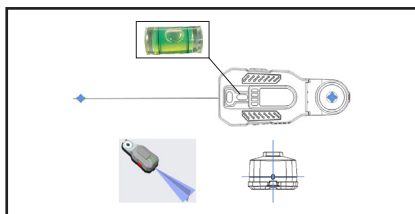

рис. 7
- Для просверливания отверстий используйте электродрель. (см. рисунок 7)